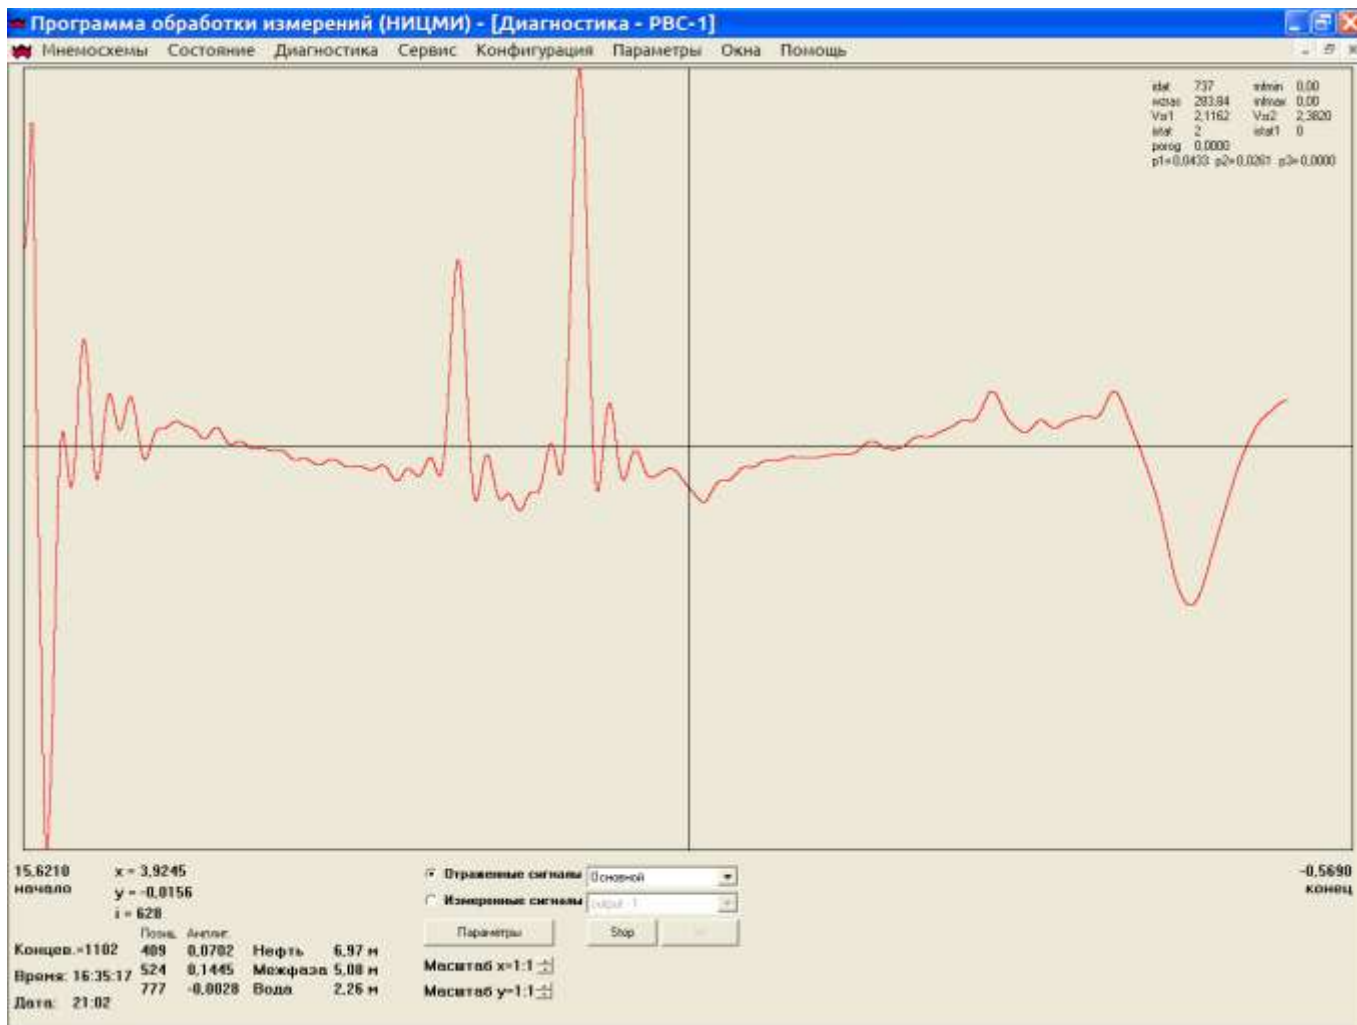
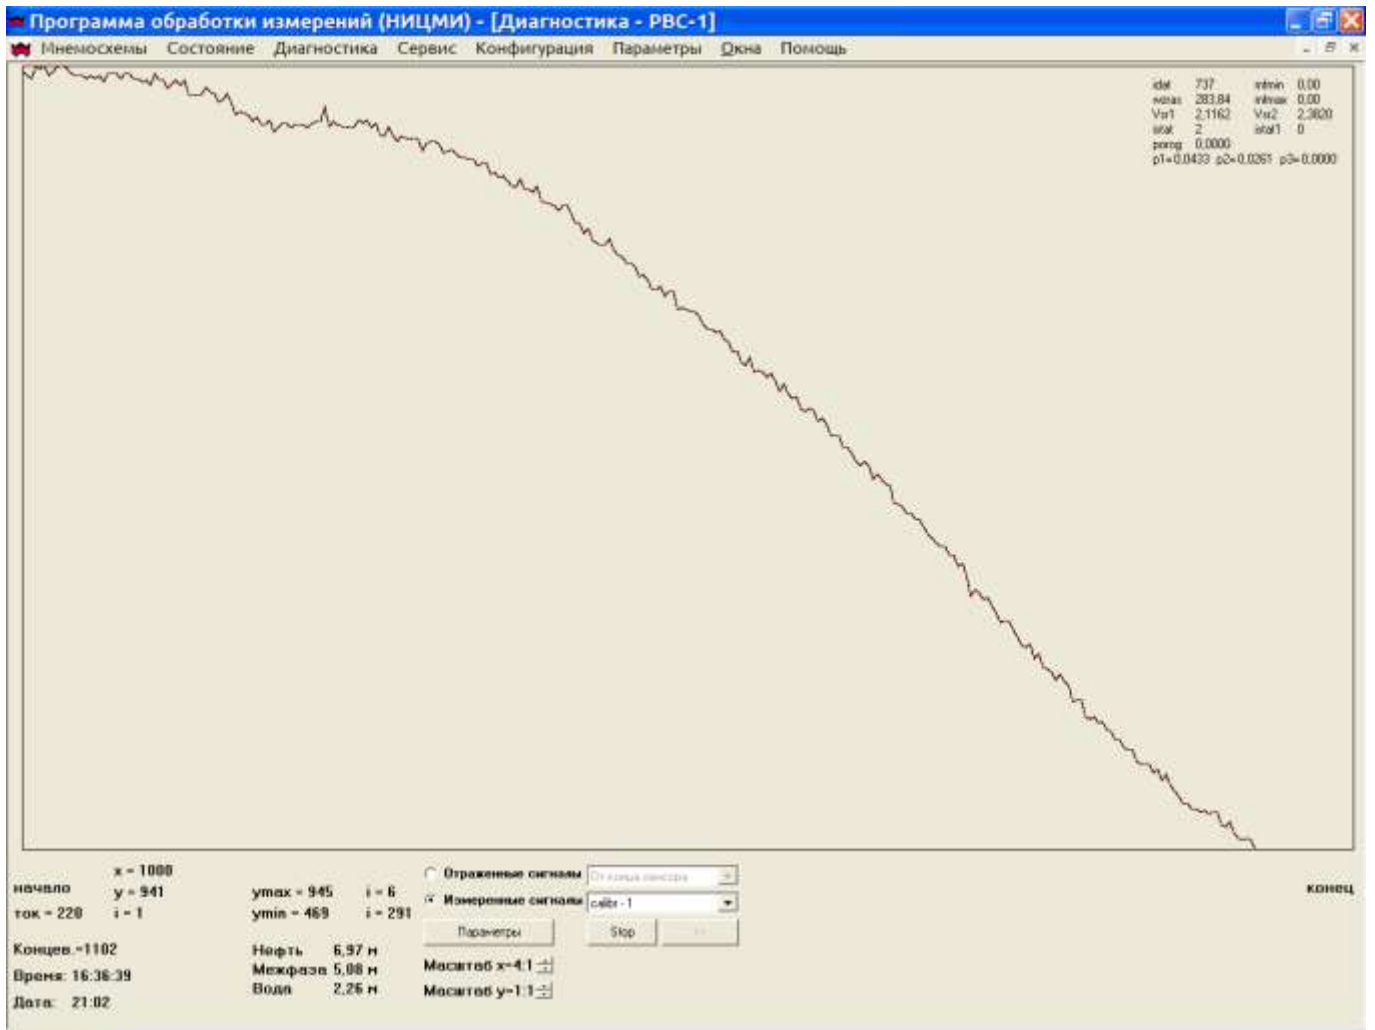

Рис.3
Рис.4
2.3 Контроль уровня и характеристик сигнала, излучаемого модулем УМФ300.20. Выполняется с АРМа оператора программы «Mlevel». В меню программы «Mlevel» выбирается раздел «диагностика», нажатием левой клавиши мыши выбирается емкость для анализа. В результате на экране появится окно с диагностической диаграммой отраженных сигналов рис.3. Далее нажатием левой клавиши мыши выбирается раздел «измеренные сигналы» с закладкой «Calibr». Сигнал «Calibr» представляет собой плоскую затухающую частотную характеристику сигнала, излучаемого модулем УМФ300.20 в диапазоне частот от 10 до 300 МГц рис.4. По оси X откладываются значения частот от 1 (10 МГц) до 291 (300 МГц), по оси Y уровни сигналов в милливольтках. Сигнал «Calibr» считается нормальным, если сохраняется его плоская форма без резких скачков, максимальное значение уровня «**Ymax**» будет находиться в пределах 850 – 1300 мВ, а «**Ymin**» будет не менее 350 мВ.
2.5 Контроль наличия постоянного тока в чувствительном элементе. Выполняется раздел 2.4 до получения сигнала «output» рис.4. В разделе «измерительные сигналы» последовательно отрываются, сравниваются все три сигнала «output» («output1» «output2» «output3»), которые присутствуют в чувствительном элементе при разных значениях постоянного тока. Считается нормальным, если будет выявлена разница в сигналах “output” хотя бы в одном случае.